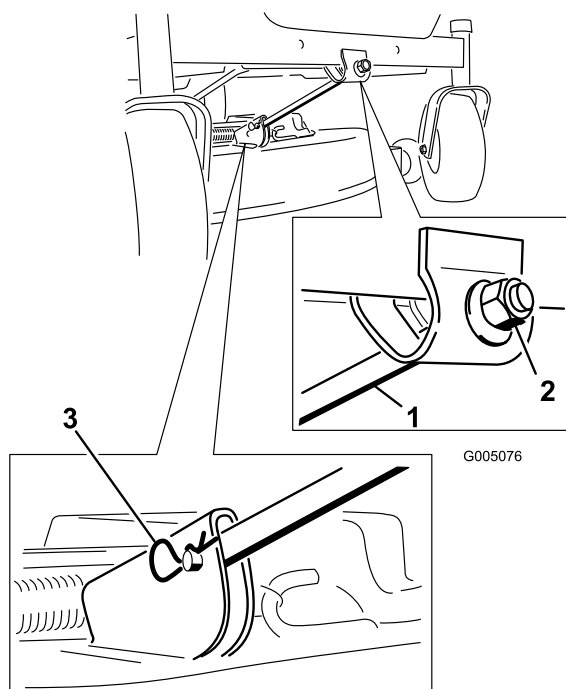

Figure 51
4. Enlevez la goupille fendue et l'axe de chape de la tige de support avant (Figure 51). Abaissez doucement l'avant du tablier de coupe au sol.
6. Fixez la tige de support avant au tablier de coupe à l'aide de l'axe de chape et de la goupille fendue (Figure 51).